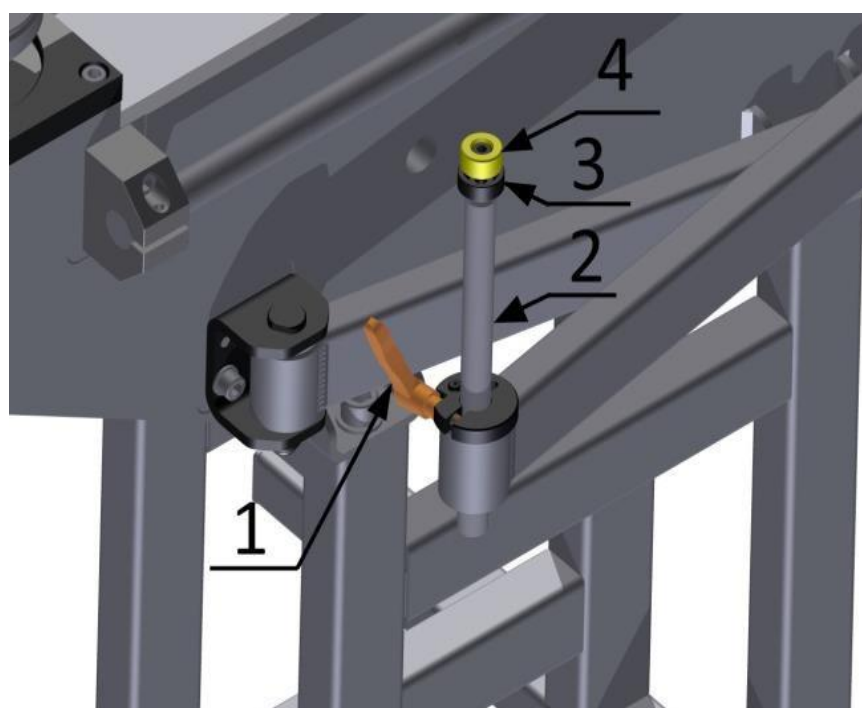

Рис. 5
с) За потреби встановіть підтримки на бажану висоту (залежно від обладнання) для пробивання більших листів. Щоб відрегулювати висоту, послабте помаранчеві ручки (1) і підніміть або опустіть підтримку (2) відповідно до потреби. Після визначення правильної висоти заблокуйте підтримку ручкою. Точне регулювання здійснюється шляхом послаблення накатної гайки (3), обертання підтримки (4) і закріплення регулювання затягуванням гайки (3). Повторіть цю дію для другої підтримки (рис. 5).